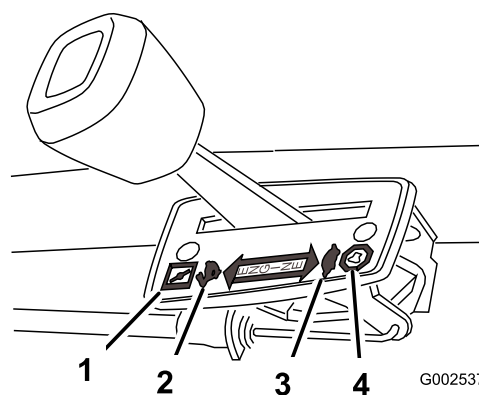

Figure 6
Les différents réglages de la manette d'accélérateur sont illustrés à la Figure 6.
3. Réglez la manette d'accélérateur en position Starter (Figure 6).